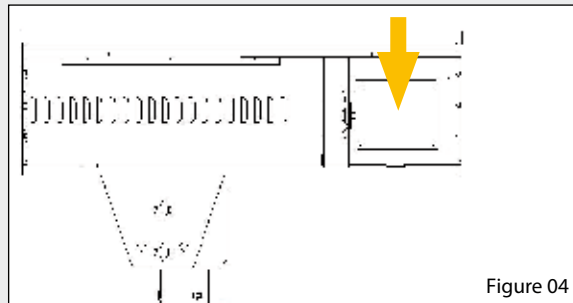

Figure 04
- Installez le contrôleur de charge comme indiqué dans la figure 04 avec la flèche jaune.